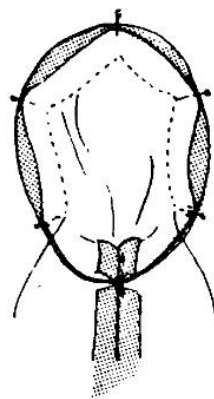

Рис. 223
5. Сколите припуски рукава и проймы булавками по каждой надсечке и в месте совпадения боковых швов изделия и рукава (рис. 223).